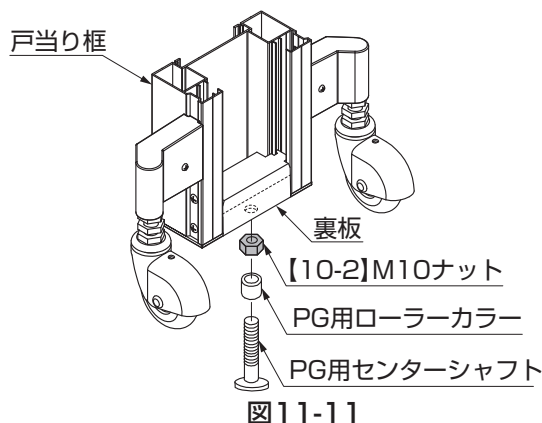

図11-11
- ①PG用ローラーカラーと【10-2】を組付けたPG用センターシャフトを裏板に仮組みしてください。(図11-11参照)